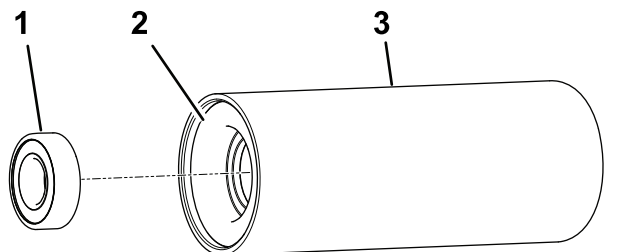

Bild 7
- 4. Bauen Sie ein Lager in das bestehende Lagergehäuse im Walzenrohr ein (Bild 7).